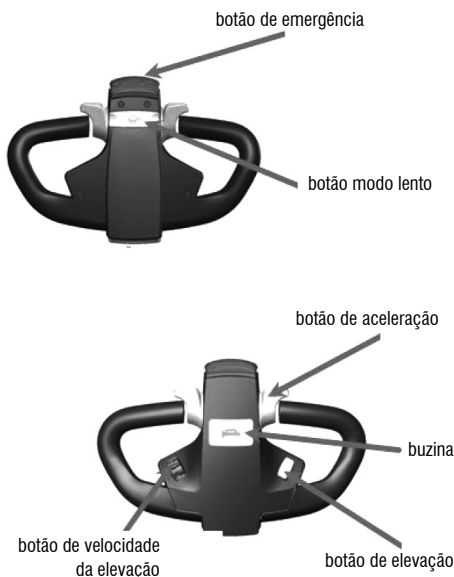

Fig. 4 – Controles
Mova a alavanca de controle para a divisão A ou divisão C conforme indicado na Fig.4 e pressione o botão de subida/descida na alça de controle para ver se os movimentos do garfo estão normais. Em seguida, gire a alavanca de controle para a divisão B, conforme indicado na Fig. 4. Acelere a empilhadeira elétrica lentamente e pressione a alavanca para a posição horizontal para verificar se o equipamento pode se movimentar e travar normalmente.
Na sequência, desloque a alavanca de controle para a divisão B conforme indicado na Fig. 4. Pressione o botão de reversão de emergência na parte superior da alavanca de controle para verificar se o equipamento pode se mover normalmente para trás.
1. **Botão de aceleração:** o botão do acelerador é usado para controlar a direção de deslocamento e a velocidade da empilhadeira elétrica. No caso da operação de deslocamento, gire a alavanca de operação para a área B indicada na Fig. 4. Quando a alça está na área A ou C, a empilhadeira está em um status de desligamento e não pode se movimentar. Quando a alavanca de operação está na área B e o botão do acelerador é girado em uma direção, a empilhadeira elétrica se deslocará nessa direção. Enquanto o acelerador é girado em outra direção, a empilhadeira se movimentará nessa outra direção. Quanto maior a amplitude de viragem, mais rápido o equipamento se movimentará.
Nota: Um freio magnético lateral é instalado na extremidade do eixo do motor da roda motriz e há um interruptor de avanço instalado no eixo rotativo do braço rotativo. Somente quando o braço rotativo estiver a $45^\circ \pm 35^\circ$ (como indicado na Fig. 4), a empilhadeira pode ser ligada e deslocada. Maior ou menor que o ângulo indicado, o equipamento será desligado e travado. Nesse caso, a empilhadeira elétrica pode levantar mercadorias, mas não pode se movimentar. Como indicado na Fig. 4, quando o manípulo de operação está na divisão A ou na C, a empilhadeira só pode levantar ou abaixar, mas não se deslocar. Quando a alavanca de controle está na divisão B, ela pode se deslocar tanto quanto levantar ou abaixar. A posição de operação do manípulo não será especificada nas descrições que seguem, isto é, a empilhadeira só pode subir ou baixar, mas não deslocar-se quando o manípulo está na divisão A ou C e o manípulo deve estar na divisão B quando o equipamento se deslocar.
2. Como indicado na Fig. 4, existe um botão no manípulo de operação que é utilizado para abrandar a empilhadeira elétrica. Quando este botão de “desaceleração” é pressionado, bem como o botão
Como indicado na Fig. 4, puxe a chave geral da fonte de alimentação, destrave a trava elétrica da porta e conduza a empilhadeira até a pilha de mercadorias nas proximidades. A ponta do garfo deve ficar a 300 mm da pilha de mercadorias. Pressione o botão de descida, ajuste a altura do garfo a uma posição adequada e insira-o devagar e o mais profundamente possível no pallet das mercadorias. Pressione o botão de elevação até que o garfo esteja a 200 mm - 300 mm do chão. Dirija a empilhadeira até o local da prateleira de mercadorias e pare lentamente. Pressione o botão de elevação para que o garfo suba até a altura adequada com a prateleira (a parte inferior do pallet é aproximadamente 100 mm maior do que a prateleira de mercadorias). Mova as mercadorias lentamente para a posição exata da prateleira e pressione o botão de descida para colocá-las cuidadosamente na prateleira. Retire o garfo da mercadoria e conduza a empilhadeira elétrica lentamente para retirar o garfo do pallet de mercadorias. Abaixar o garfo até que esteja a 300 mm do chão e afaste a empilhadeira elétrica da prateleira. Atenção para que não tenha obstáculos ao redor e ao girar, a velocidade deve ser reduzida.
Como indicado na Fig. 4, puxe a chave geral da fonte de alimentação, destrave a porta elétrica e conduza a empilhadeira até a prateleira de mercadorias nas proximidades. A ponta do garfo deve ficar a 300 mm da prateleira de mercadorias. Pressione o botão de descida, ajuste a altura do garfo a uma posição adequada e insira-o devagar e o mais profundamente possível no estrado do pallet. Pressione o botão de elevação para levantar as mercadorias até que a parte inferior do pallet esteja a 100 mm da prateleira de mercadorias. Lentamente, conduza a empilhadeira e mova as mercadorias para fora da prateleira (reforçando que a ponta do garfo deve ficar a 300 mm da prateleira de mercadorias). Pressione o botão de descida e abaixe o garfo a uma altura de 200 mm a 300 mm do chão. Afaste a empilhadeira da prateleira de mercadorias até que ela atinja a posição desejada e, em seguida, pare-a lentamente. Pressione o botão de descida para abaixar as mercadorias, afaste completamente o garfo e mova-o lentamente para fora do pallet de mercadorias.